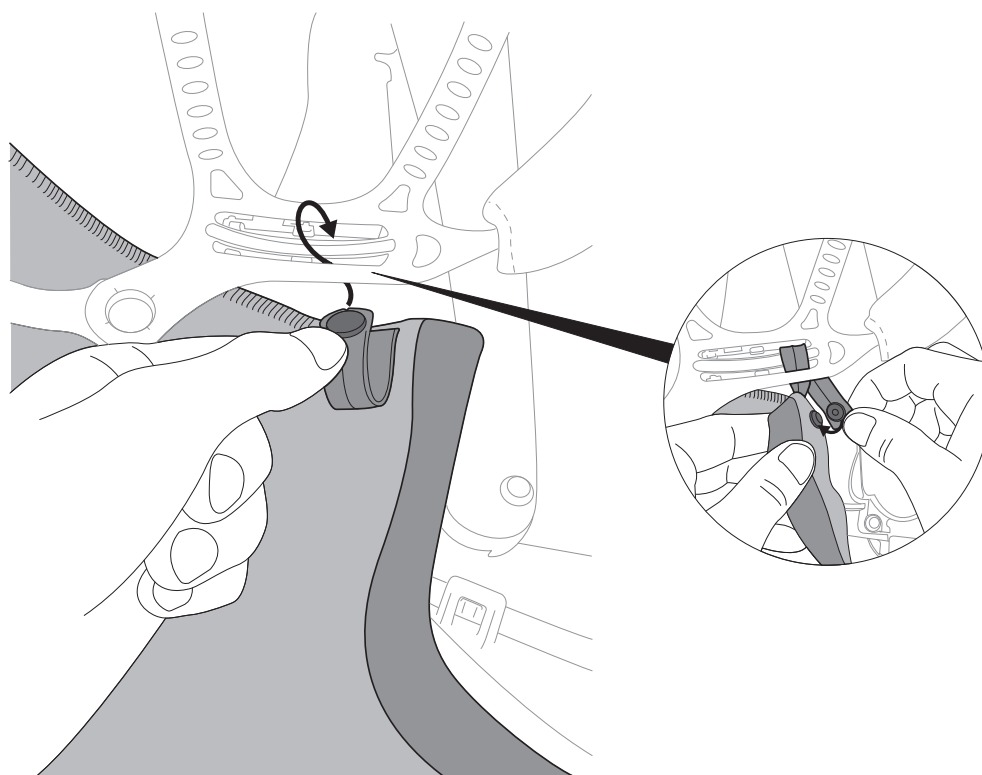

Fig. 18f
- e. Haga pasar los broches elásticos derecho e izquierdo del protector alrededor de los rieles deslizantes de la suspensión para la cabeza y encájelos en su lugar (Fig. 18f).